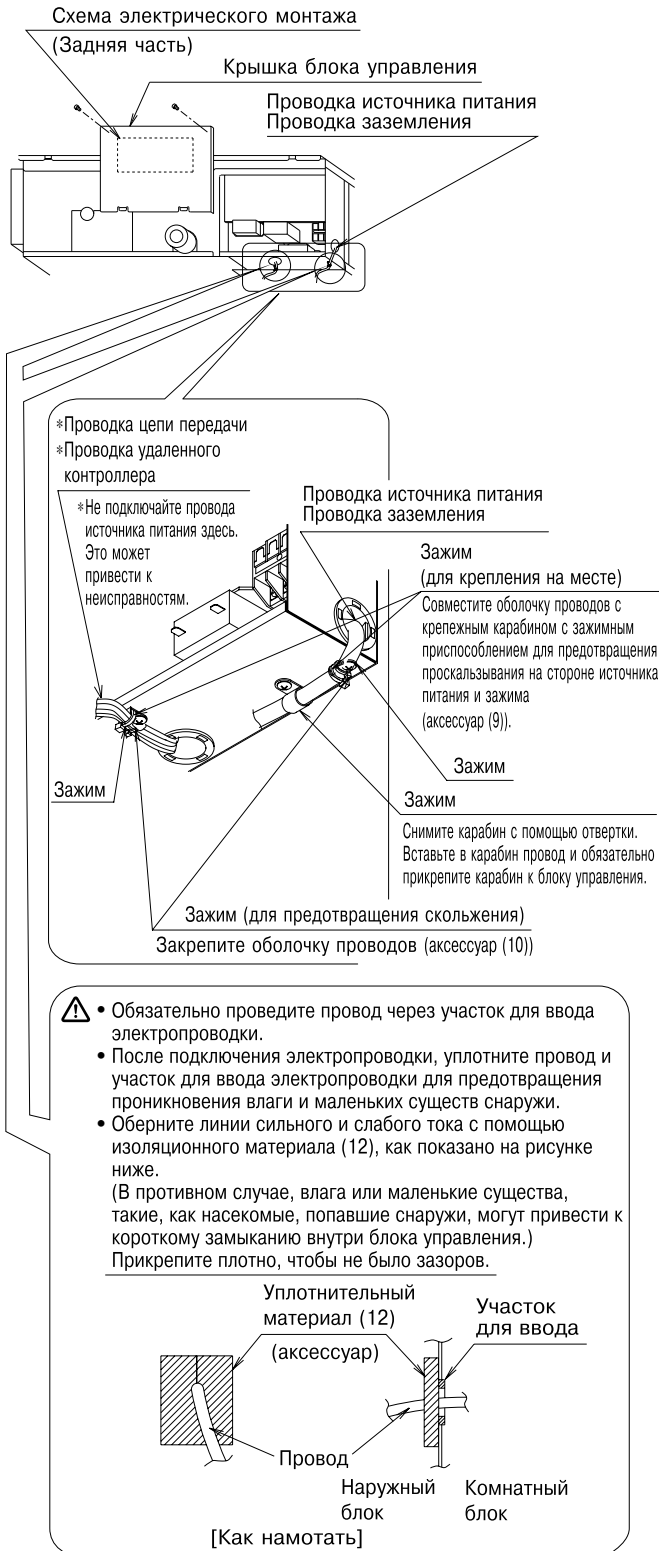

Рис. 17
- Подключайте провода только после снятия крышки блока управления, как показано на рис. 17.
- При креплении проводки, используйте входящее в комплект поставки зажимное приспособление (9) и (10), показанное на рис. 17, для предотвращения воздействия чрезмерного внешнего давления на соединения проводки, и крепко затяните зажимы.